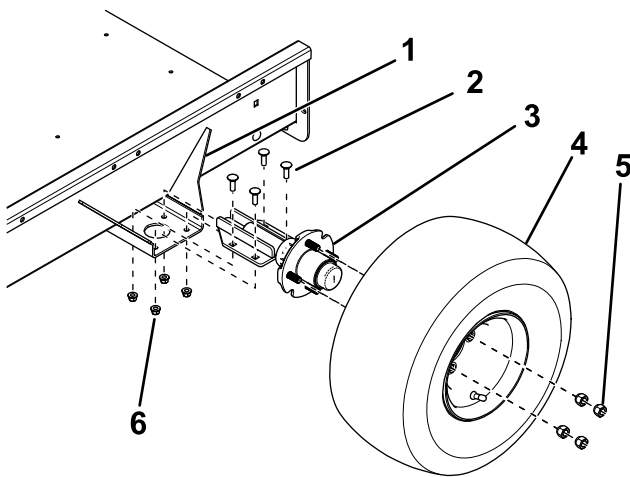

Figura 2
2. Usando los 4 pernos de cuello cuadrado y 4 contratuercas, monte un eje en la cara superior de los soportes de montaje en cada lado de la plataforma del remolque, como se muestra en la Figura 2.
3. Monte un conjunto de rueda en cada cubo del eje con 4 tuercas (Figura 2) y apriete las tuercas a 108,5 N·m.
3. Ajuste la posición de los soportes de montaje del eje hasta que la distancia entre centros sea de unos 3 mm menos que la distancia entre centros (Figura 2).